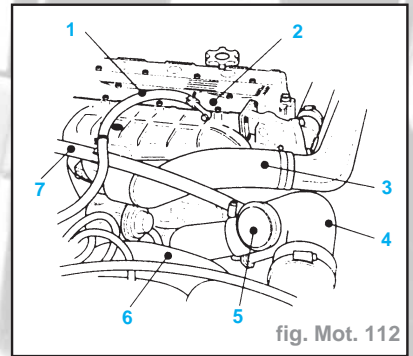

fig. Mot. 112
- le flexible du vase d'expansion (1) du raccourci (2) (fig. Mot. 112),
- le reniflard du vilebrequin (5) et flexible (7) du tube de filtre à air (4),
- le flexible de refroidissement d'air de suralimentation (3) du collecteur d'admission et le tube de refroidissement d'air de suralimentation,
- le tube du filtre à air (4) du filtre à air et turbocompresseur,
- le flexible de refroidissement d'air de suralimentation (6) du turbocompresseur et tube de refroidissement d'air de suralimentation.